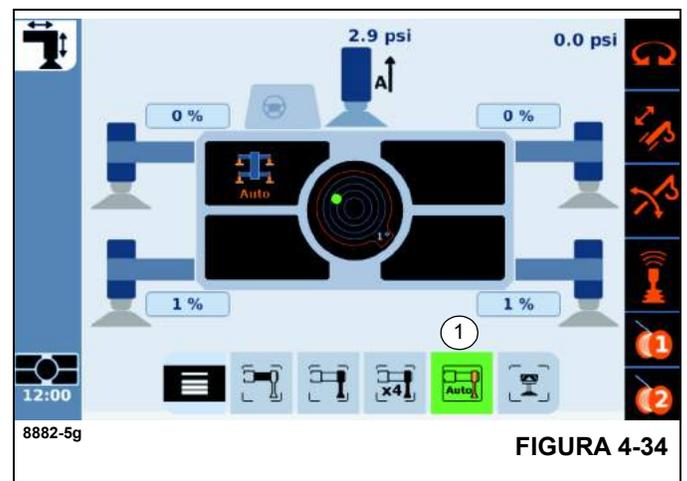

FIGURA 4-34
B. Desde el ODM de la cabina de la superestructura, seleccione el botón de autonivelación (1), (Figura 4-34). La grúa: